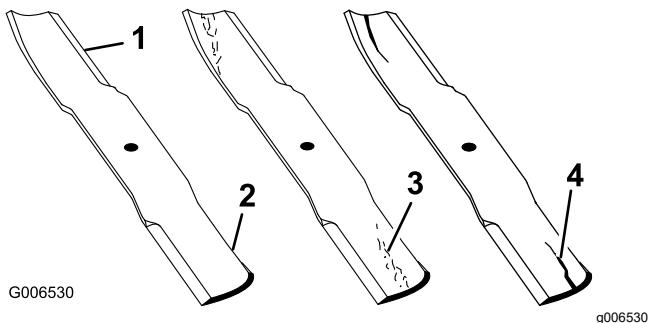

Figure 56
- Examinez le tranchant des lames (Figure 56).
- Remplacez immédiatement toute lame fendue, usée ou qui présente une entaille (Figure 56).